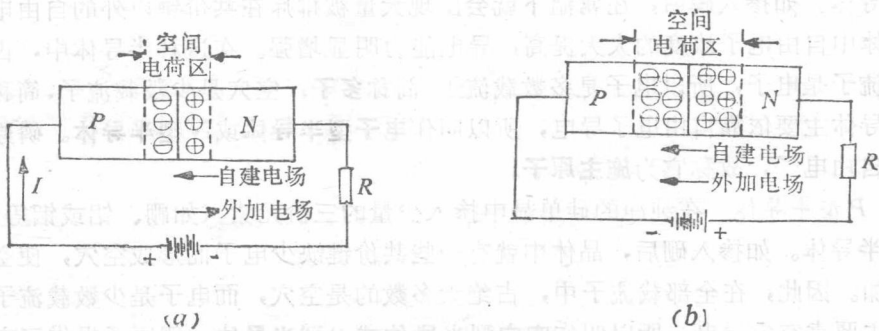

图 15-2 *PN* 结的单向导电性
(1) 在 *PN* 结两端加正向电压或叫正向偏置时(如图 15-2(a)), 外加电场与自建电
(2) 在PN结两端加反向电压或叫反向偏置时（如图15-2(b)），外加电场与自建电场方向一致，因而加强了自建电场，使阻挡层加宽，多子受阻挡层阻止，扩散无法进行。但是，少子将在外加电场作用下通过PN结，故电路中有微小的电流，叫作**反向电流**，PN结所呈现的电阻叫作**反向电阻**，其值很大。这时电路中几乎没有电流，故称PN结处于**反向截止状态**。